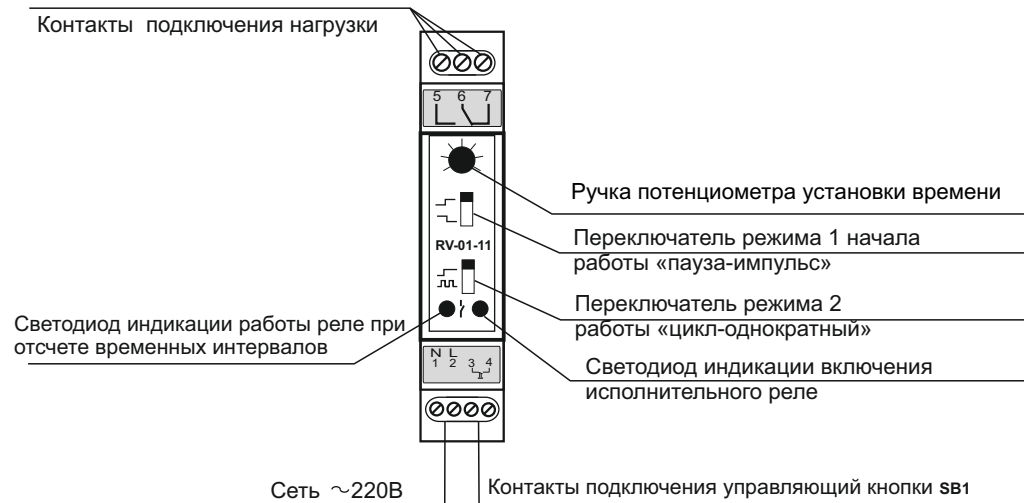

Рис. 3. Вид лицевой панели прибора
5.1. Переключателем 1 (рис. 3) устанавливается требуемое состояние первого интервала: пауза (задержка включения)  или  импульс (задержка выключения)
5.2. Переключателем 2 (рис. 3) устанавливается желаемый режим работы устройства:
5.3. Ручкой потенциометра устанавливают длительность интервала t (рис. 3).